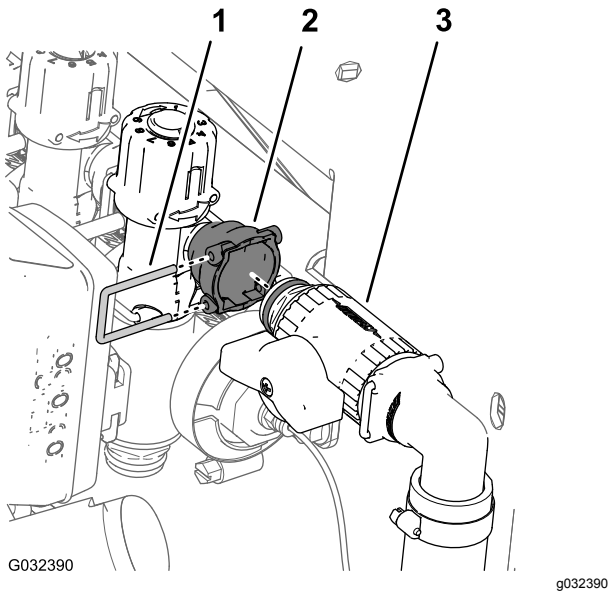

图53
- 取出将切断阀固定至右喷洒臂段阀旁通阀外侧的连接器接头的卡环图53。